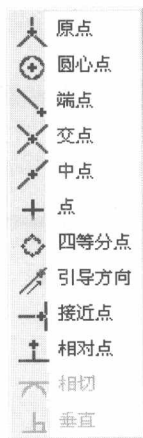

图 1-6 手动捕捉下拉列表
- “手动捕捉设置” : 除了自动捕捉功能外, 系统还提供了手动捕捉功能, 单击图标右侧的  按钮, 会弹出如图 1-6 所示的手动捕捉下拉列表, 可以根据需要选择相应的捕捉选项。